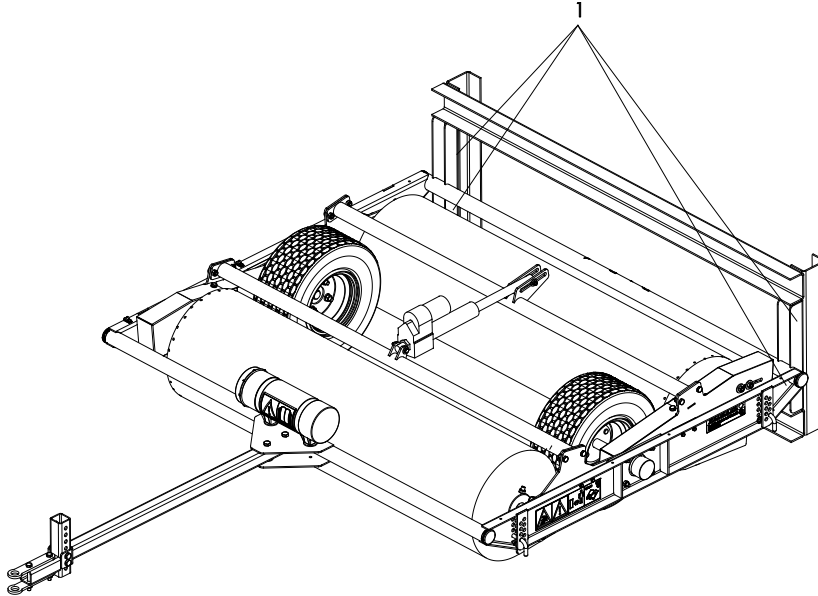

Fig. 7
6. Fjern pallen ved at løsne de fire bolte (1) (fig. 7) og fjern derefter pallen.